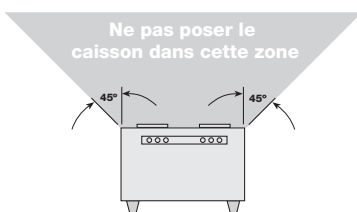

Figura 6
5. No se recomienda usar estos ventiladores para aplicaciones de escape en cocinas. Están diseñados principalmente solo para aplicaciones de aire limpio a baja temperatura. La Figura 6, página 6, muestra la distancia mínima en la que se deben colocar estos ventiladores en relación con el equipo de cocina.
1. Para obtener el mejor rendimiento, elija una ubicación con el tramo de conducto más corto posible y con el menor número de codos. No monte la rejilla de entrada cerca de equipos de cocción, como se muestra en la Figura 6.